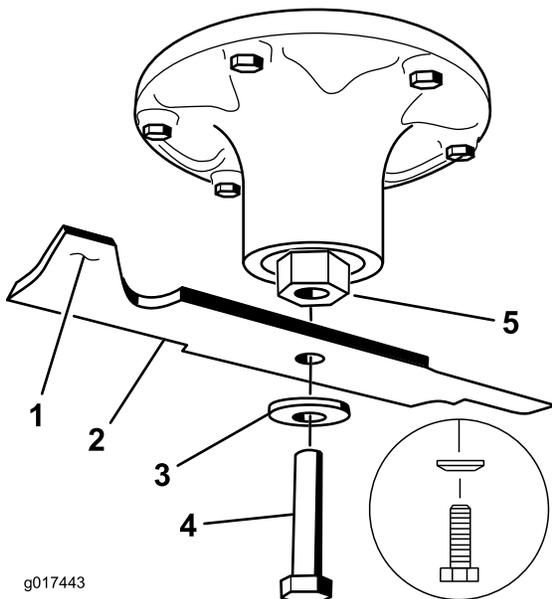

Figure 108
- Enlevez de l'axe, le boulon, la rondelle bombée et la lame (Figure 108).
- Placez la lame sur l'axe (Figure 108).
- Montez la rondelle bombée et le boulon de lame (Figure 108).
3. Si la lame est déséquilibrée, limez un peu l'extrémité de l'ailette seulement (Figure 108).